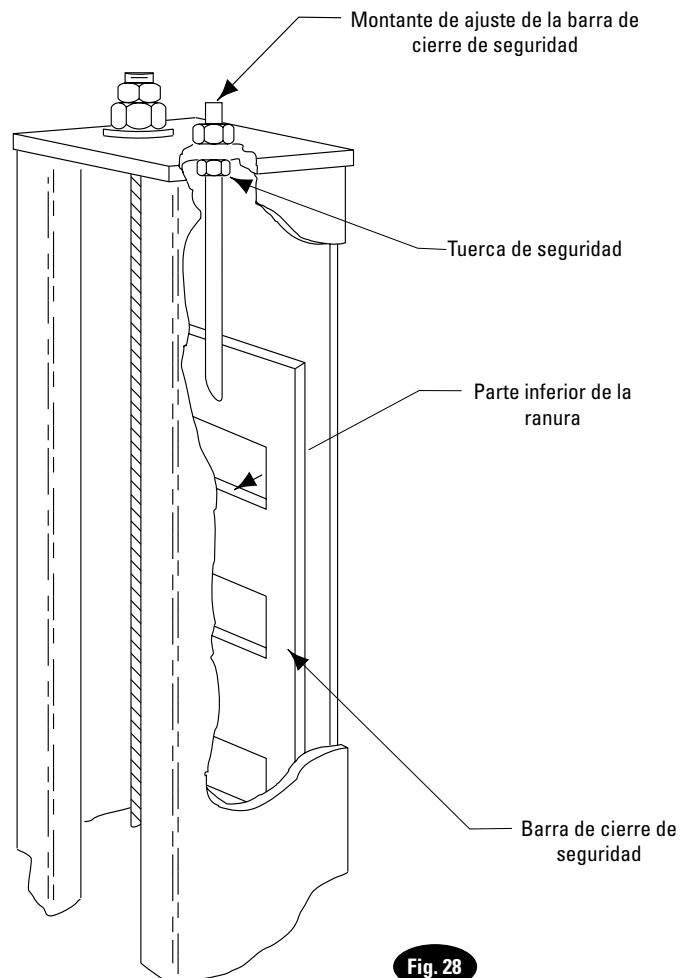

Fig. 28
- Ajuste la barra de los pasadores de seguridad ajustando la tuerca de manera que la parte inferior de la ranura de la barra de seguridad más alta sea de al menos 2" (51mm) por debajo del pasador de seguridad, Fig. 28. Despues del ajuste, apriete la tuerca de atasco por debajo de la placa superior de la columna, Fig. 28.